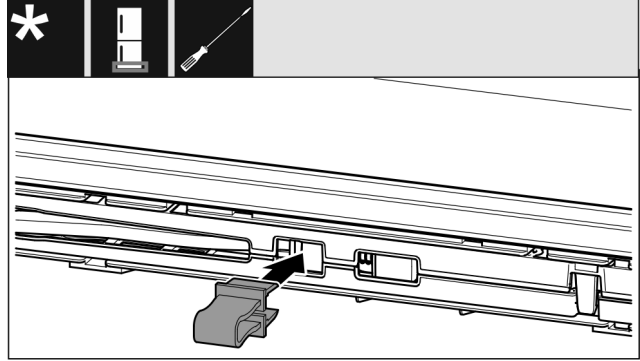

Fig. 14
- ▶ Kiinnitä varmistin aukkoon Fig. 14 ().